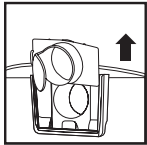

FIGURA 22
29. Retire el deflector de entrada de la guía del deflector. **NOTA:** Para poder retirar el deflector de entrada, antes hay que extraer la manguera. **FIGURA 22.**